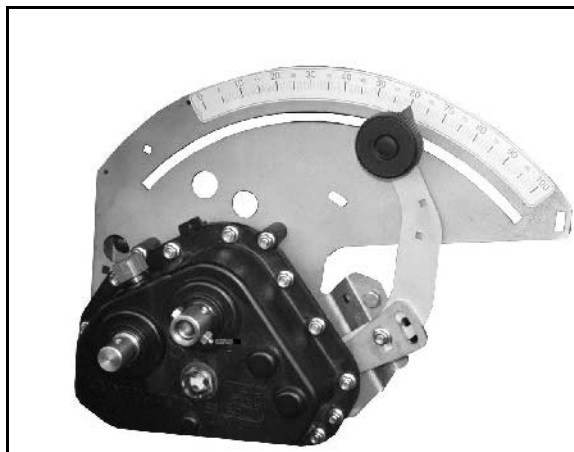

Fig. 84
3. Desserrez deux écrous à oreilles (Fig. 84/1), sans les dévisser.